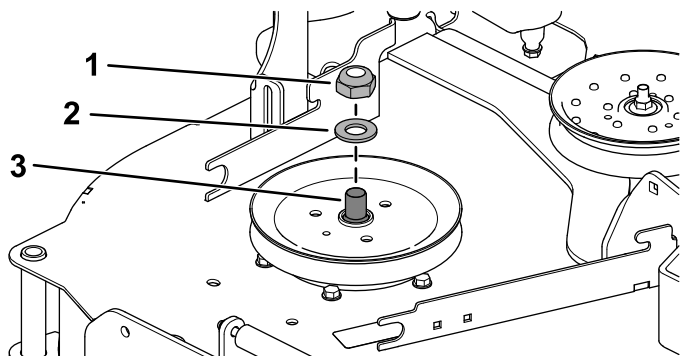

Figure 27
- Utilisez une clé (1½") pour immobiliser l'axe de pivot quand vous retirez le contre-écrou (¾") et la rondelle de l'axe (Figure 27).